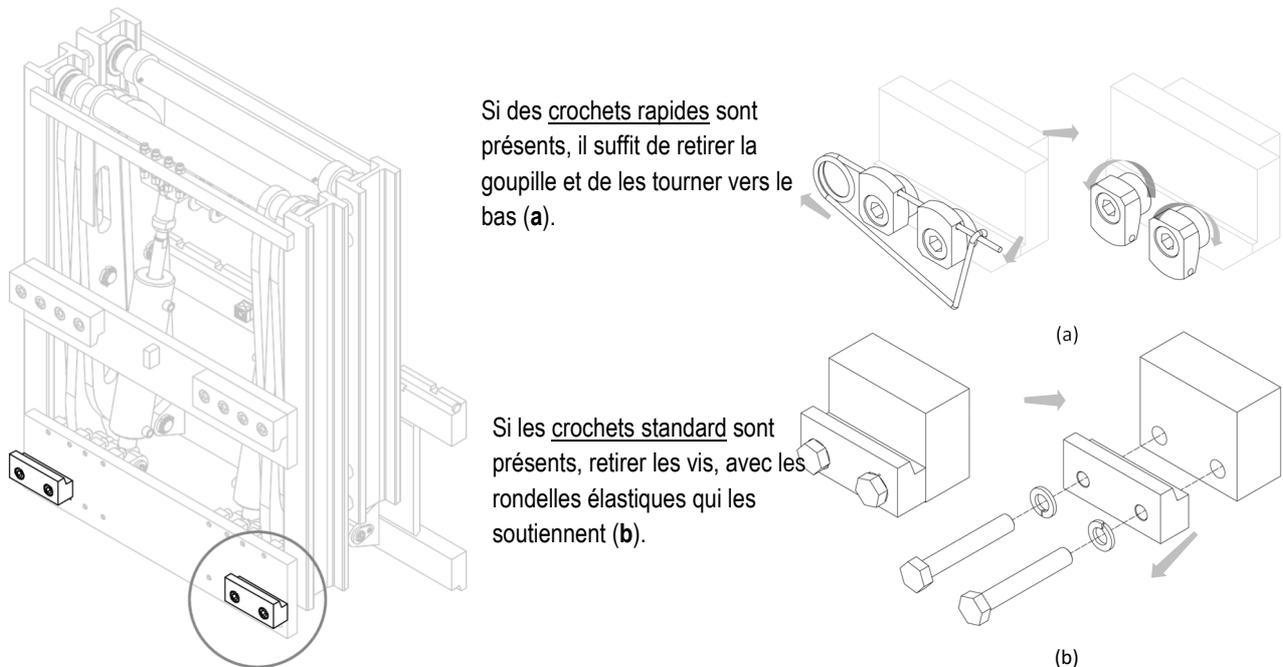

Figure 2
4. Retirer les crochets inférieurs de l'équipement (voir Figure 2).
2. Retirer les crochets inférieurs de la structure (voir *Figure 2* à la p. 9).